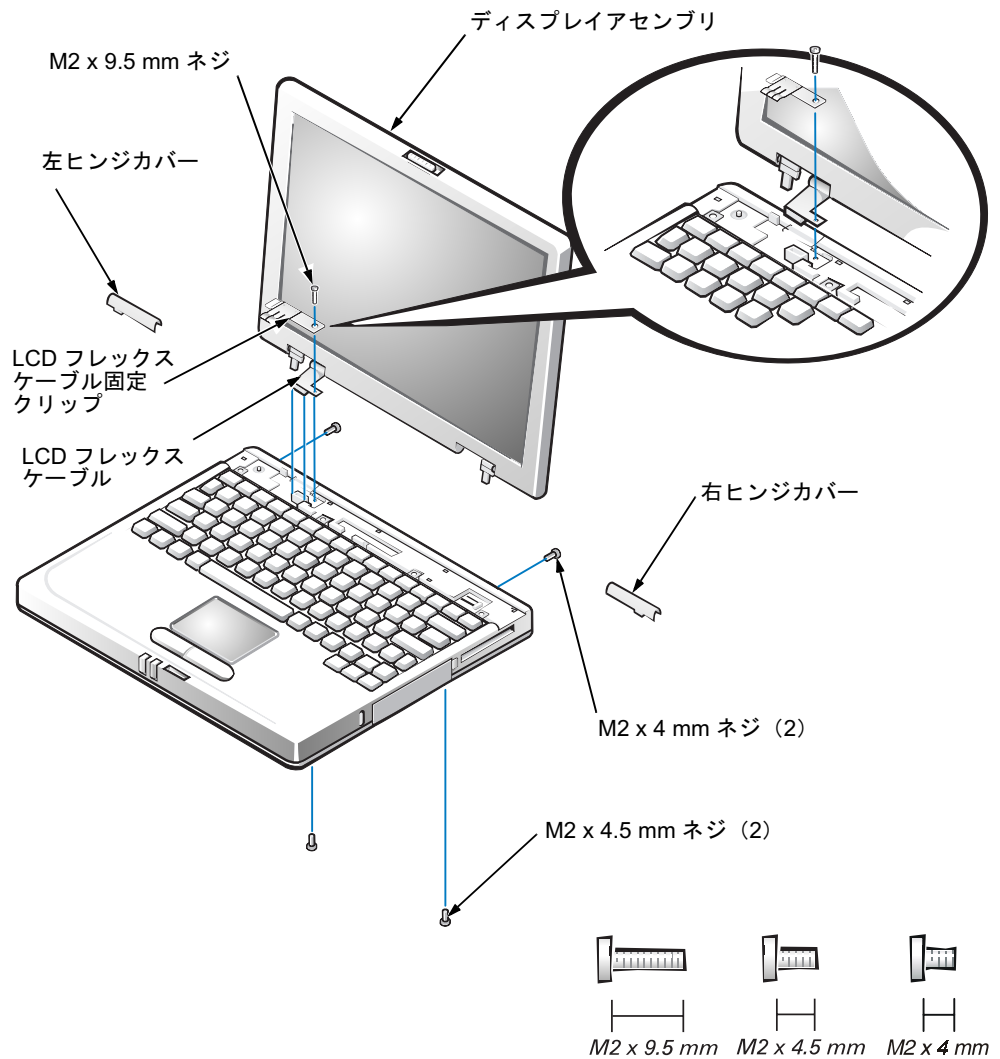

図 8 ディスプレイアセンブリの取り外し
3. ディスプレイアセンブリとボトムケースを取り付けているシステム背面の 2 本のシルバー M2 x 4 mm ネジを取り外します (図 8 参照)。
5. ディスプレイアセンブリとボトムケースを取り付けているシステム底面の 2 本の **M2 x 4.5 mm** ネジを取り外します (図 8 参照)。
9. LCD フレックスケーブル固定クリップおよび LCD フレックスケーブルコネクタをシステム基板アセンブリに固定している **M2 x 9.5 mm** ネジを外します (図 8 参照)。
3. LCD フレックスケーブル固定クリップを LCD フレックスケーブルコネクタの上に取り付けます (図 8 参照)。